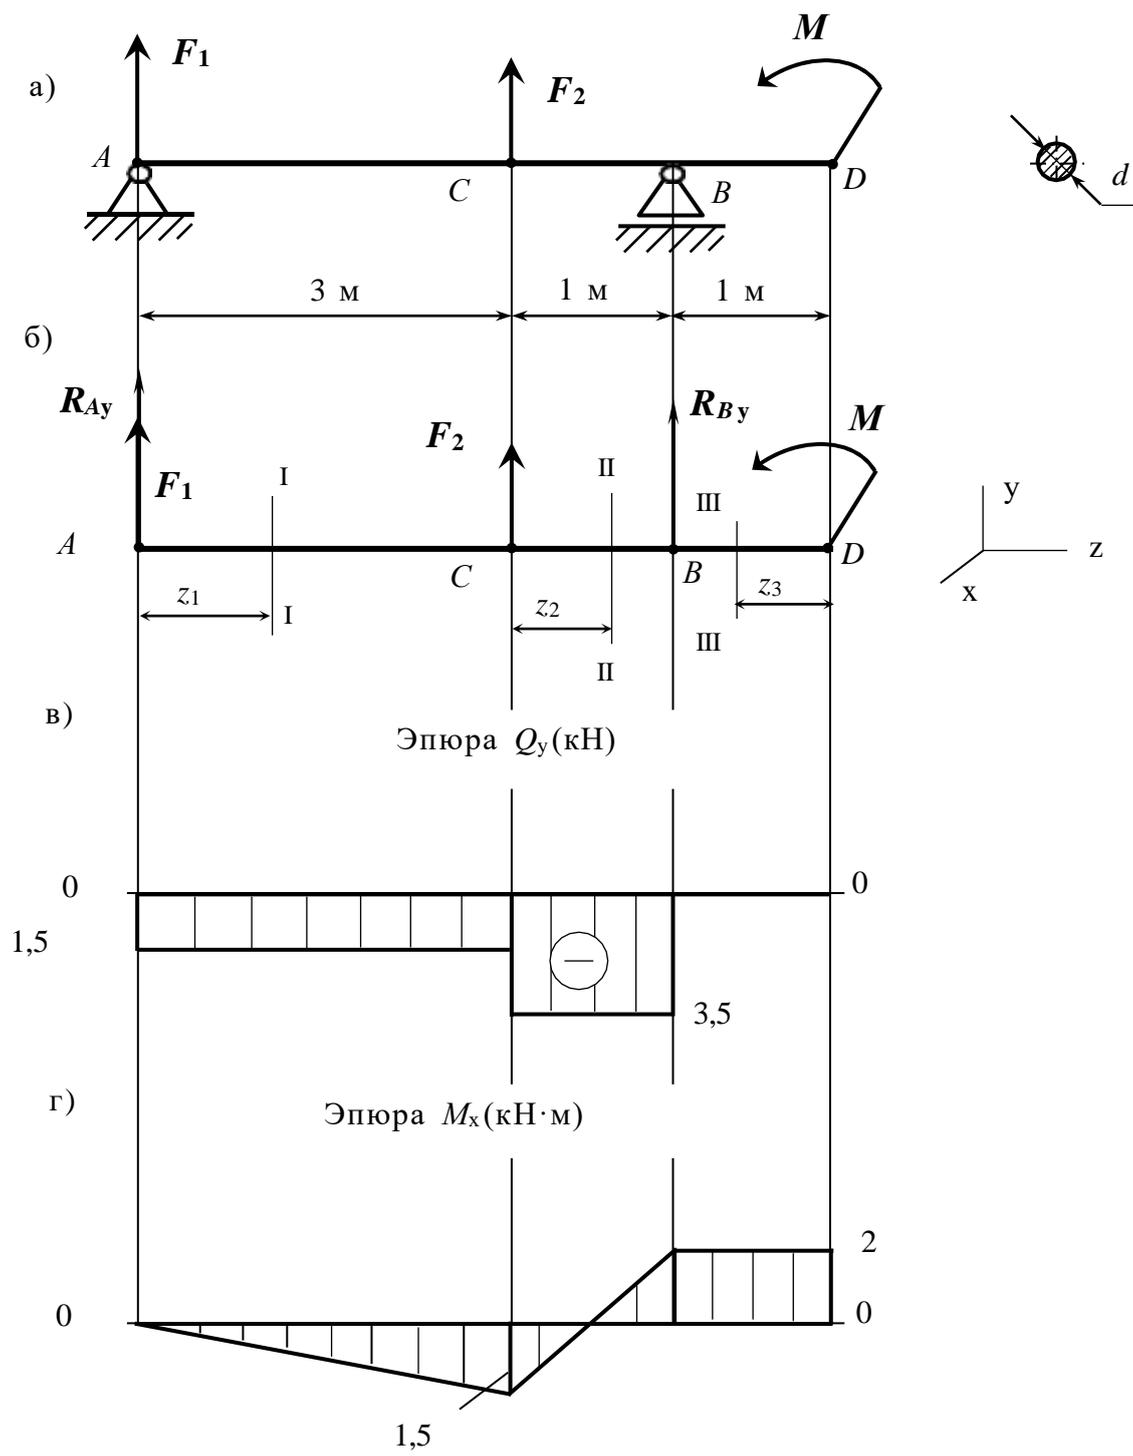

Рис. 2. «Расчет балки на прочность»
1. Изобразим балку с действующими на нее нагрузками. Строим расчетную схему балки. (рис.2.)